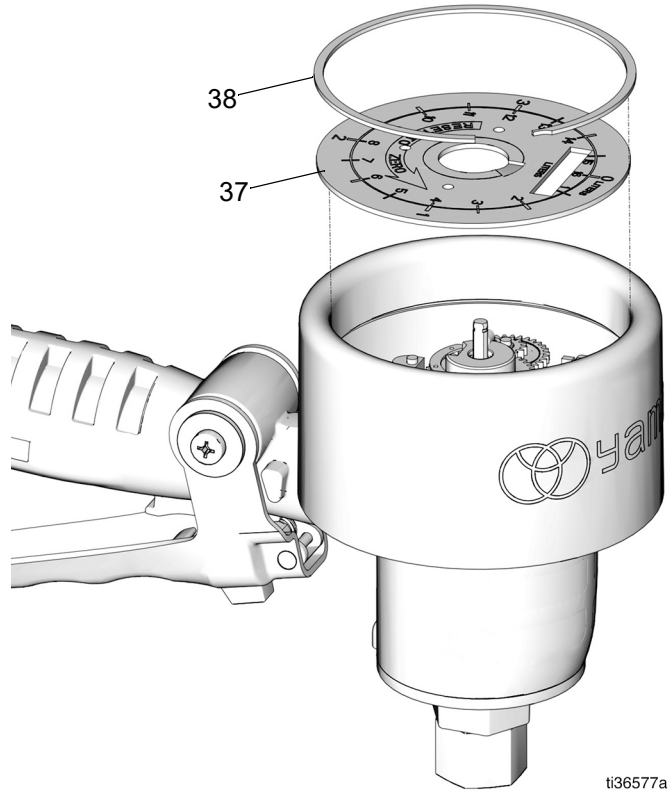

図 16
3. ダイアル (37) と大きな保持クリップ (38) を取り付けます (図 16)。